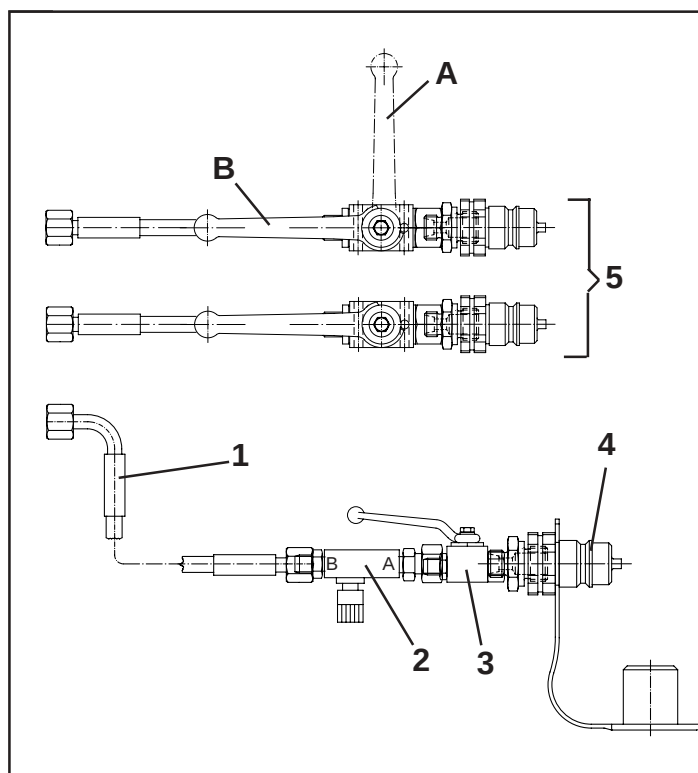

Fig. 24
- einen Hydraulikschlauch (Fig.24/1)
- eine einstellbare Drossel (Fig.24/2)
- einen Blockkugelhahn (Fig.24/3)
- einen SVK-Stecker (Fig.24/4).
geschlossen: Fig.24/A
offen: Fig.24/B
- Pos.5, Fig.24: am Streuer vorhandene Hydraulikanschlüsse für die Schieberbetätigung
- Pos.1-4, Fig.24: Hydraulikanschluß für den Limiter
- one hydraulic hose (Fig.24/1)
- one adjustable throttle valve (Fig.24/2)
- one block ball tap (Fig.24/3)
- one quick coupling plug (Fig.24/4).
closed: Fig.24/A
open: Fig.24/B
- Pos.5, Fig.24: hydraulic connections for shutter control available on the tractor
- Pos.1-4, Fig.24: Hydraulic connection for the Limiter
- un flexible hydraulique (Fig.24/1)
- un restricteur réglable (Fig.24/2)
- un robinet à boisseau sphérique (Fig.24/3)
- une prise d'accouplement rapide (Fig.24/4).
fermée: Fig.24/A
ouverte: Fig.24/B
- Pos.5, Fig.24: raccords hydrauliques sur l'épandeur pour la commande des trappes
- Pos.1-4, Fig.24: raccord hydraulique pour le limiteur
- een hydrauliekslang (Fig.24/1)
- een instelbare reduceerlemp (Fig.24/2)
- een blokkogelkraan (Fig.24/3)
- een insteekkoppeling (Fig.24/4).
gesloten: Fig.24/A
- Pos.5, Fig.24: de reeds aanwezige hydraulische aansluitingen voor de schuifbediening van de strooier.